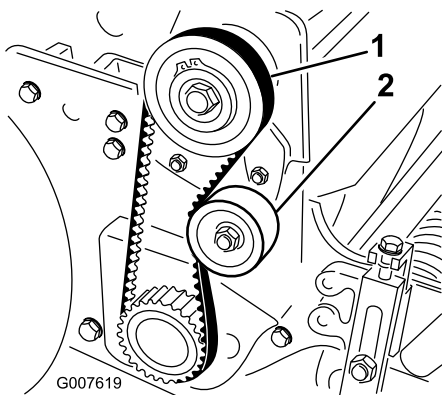

Figura 39
2. Compruebe la tensión presionando la correa en el punto intermedio entre las poleas (Figura 39) con una fuerza de a 18–22 N. La correa debe desviarse 6 mm.
del reloj contra la parte trasera de la correa, hasta obtener la tensión deseada (Figura 39).